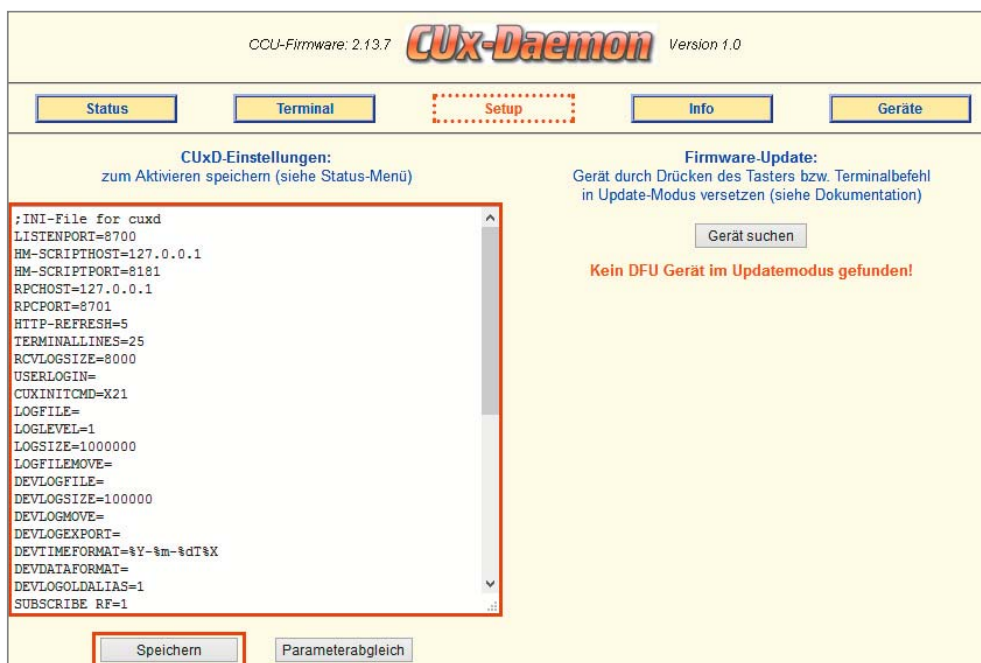

Bild 5: Die Seite des CUXD-Setups
Daten definiert werden. Hierzu wechselt man in der CUXD-Oberfläche auf den Punkt „Setup“ (Bild 5).
- Im linken Eingabefenster (siehe Bild 5) müssen nun einige CUXD-Parameter verändert bzw. eingefügt werden. Die wichtigsten Parameter sind in den folgenden Ausführungen beschrieben. Da die CUXD-Logging-Funktion allerdings sehr umfangreich ist und darüber hinaus zahlreiche weitere Parameter bietet, empfiehlt es sich, zu diesem Thema einen Blick in die ausführliche CUXD-Anleitung [6] unter dem Punkt „Daten-Logging“ zu werfen. Tabelle 1 zeigt die Parameternaufstellung. Links in der Tabelle sind alle für das Logging relevanten Parameter aufgelistet, rechts daneben finden wir die für unsere Beispiel-Konfiguration bereits angepassten Parameter (grün) und darunter eine kurze Erläuterung der Parameter.
6. Nachdem alle Parameter im CUXD-Setup definiert sind, werden diese durch einen Klick auf „Speichern“ gesichert (siehe Bild 5). Hiermit ist das Logging aktiviert und es werden ab sofort Daten, je nach Gerätetyp bei einer Änderung oder zyklisch, mitgeschrieben.